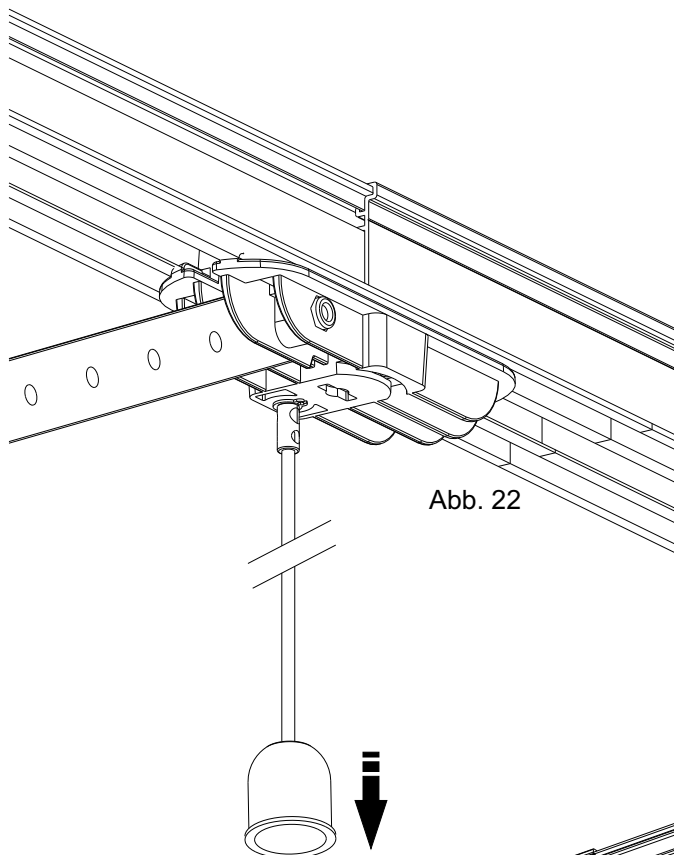

Abb. 22
- Den Entriegelungsknauf ziehen und die Tür manuell öffnen (Abb. 22).